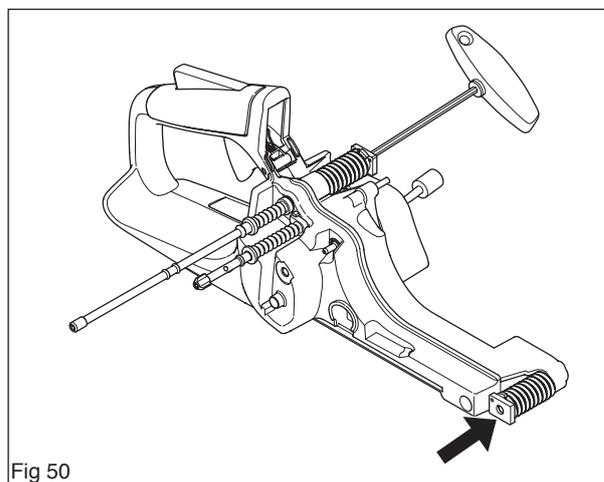

Fig 50
3. Démontez les ressorts sur le réservoir à l'aide d'une clé hexagonale de 5 mm. (outil 502 50 18-01) (voir la figure 50).